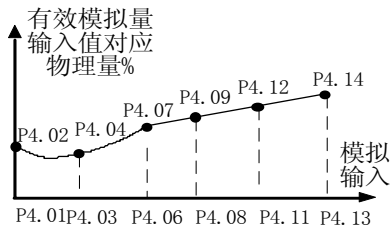

图 5-4-2 模拟输入非线性曲线
- ◆ 当P4.00设置为1、2或3时，P4.01~P4.04, P4.06~P4.09, P4.11~P4.14用法与上述说明1不同。用户可以通过设定这些值，自己定义非线性曲线。可设定运行曲线的六个点。如图5-4-2所示，P4.01、P4.03、P4.06、P4.08、P4.11、P4.13的值应顺序增加。